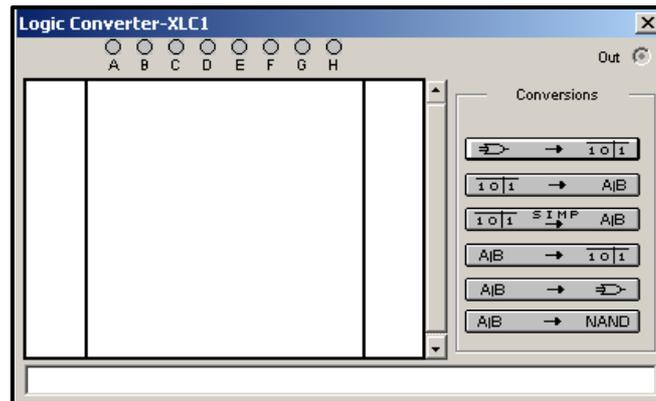

Fig. 41 Configuración del convertor de funciones lógicas
- Primero tenemos que insertar el conversor de funciones lógicas, y hacer “doble-click” para que nos aparezca la ventana de la Fig. 41.